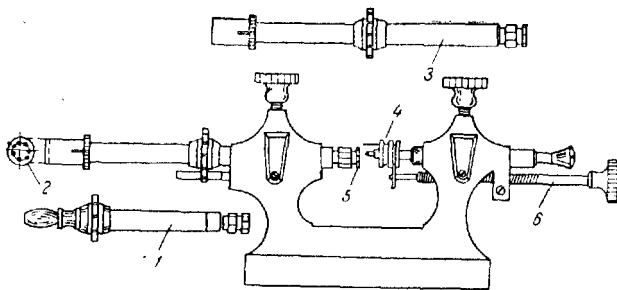
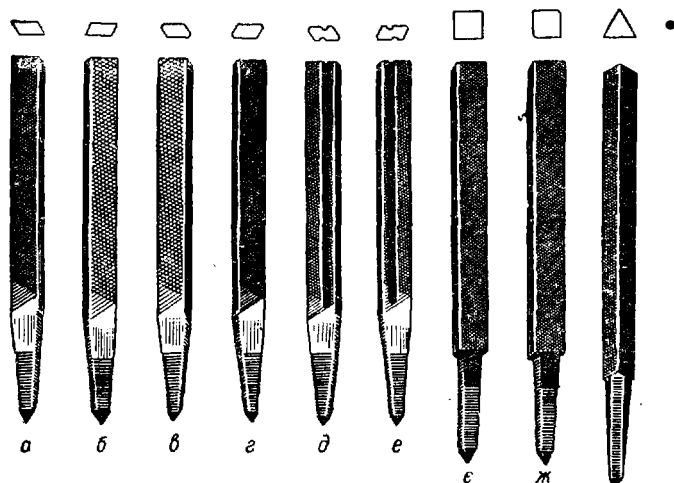

Рис. 160. Верстат для обробки цапф:
Рис. 161. Напилки і полірувальники для обробки цапф трибів і цапф для осі балансу:
6. Остаточне шліфування і полірування цапф провадиться на цапфенверстаті (рис. 160). На рис. 161 показано спеціальні напилки і полірувальники для обробки цапф балансу і цапф трибів.
Верстат для обробки цапф, відомий у годинниківів під назвою «цапфенмащини» (див. рис. 160), є необхідним приладом для доводки і полірування цапф балансу і трибів в годи-
Напилками з особливо дрібною насічкою (див. рис. 161, а, б) лівою і правою користуються для заточки (доводки) цапф трибів; напилки в, г з лівою і правою насічками з скошеними кутами застосовують для заточки фаски